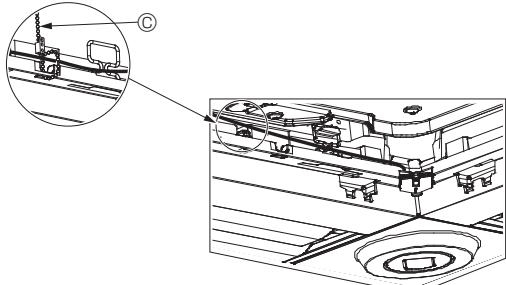

Fig. 10-12
- Sujete los cables del sensor i-See y del receptor de señales en el panel con el remache de la forma mostrada en el diagrama procurando que queden tensos, y luego corte el sobrante en el extremo del remache. (Fig. 10-12)
- Si la posición del sensor i-See ha cambiado de “○” (E) a “□” (F), cambie los ajustes de función. (Véase la página 79.)